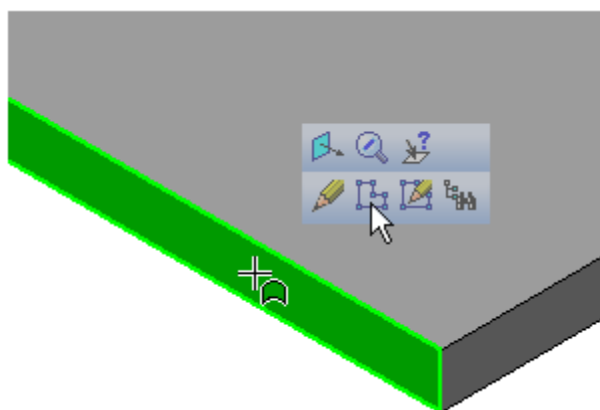

Рисунок 8
- Укажите узкую торцевую грань листового тела и создайте на ней эскиз (рис. 8).